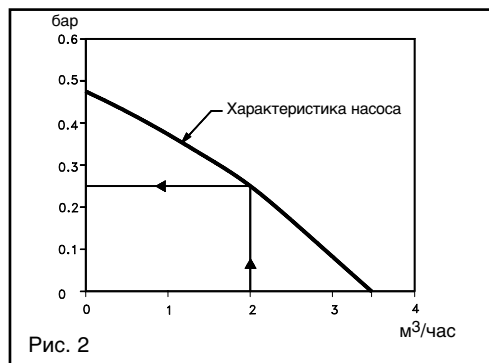

Рис. 2
- Характеристика насоса, см. рис. 2